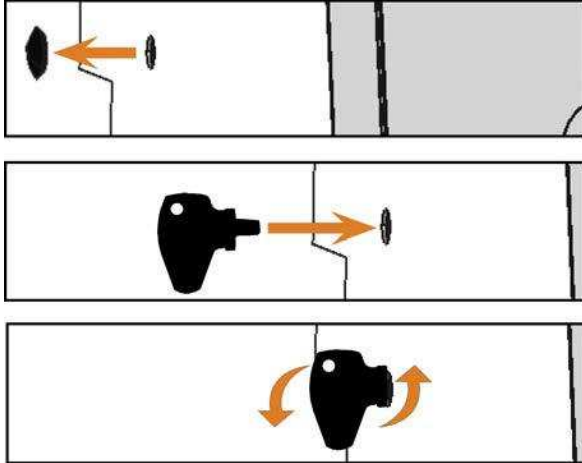

ABB. 44 – VERWENDEN DES SCHLÜSSELS FÜR DIE NOT-ENTRIEGELUNG
2. Deaktivieren Sie die Sicherheitsverriegelung der Arbeitsraumtür, wie in der Abbildung gezeigt (Abb. 44 – auf der nächsten Seite):